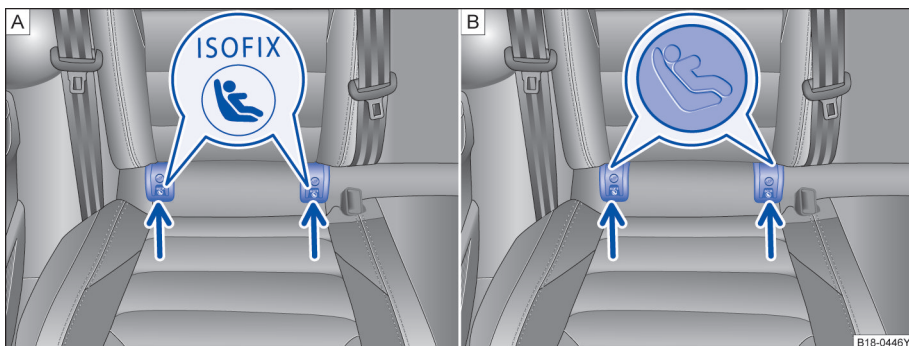

图 36 汽车座椅上的儿童座椅下部固定点标记。
- 沿箭头方向将儿童座椅插入固定环 ⇒ 图 36。直至听到儿童座椅的啮合声。
- 将儿童座椅置于汽车坐垫上，然后将连接带的挂钩挂到固定环上 ⇒ 图 36。
后排外侧座椅配有两个 ISOFIX 固定环，与车身相连 ⇒ 图 36。